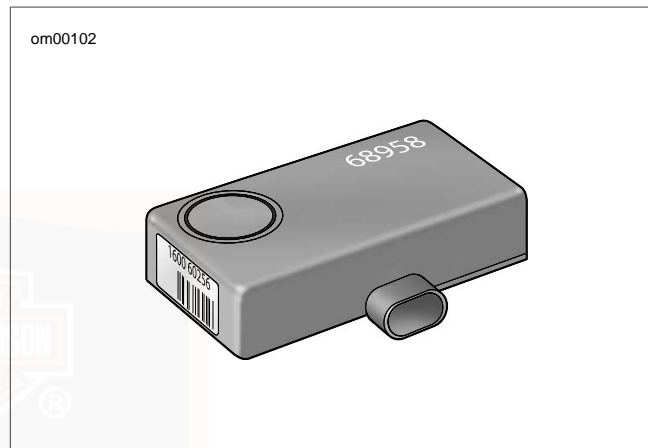

Figure 24. Optional Smart Siren
- See Figure 24. Sound the optional siren.